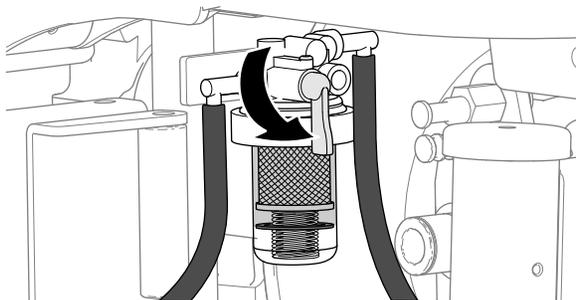

図 67
2. ボウル内部に水がある場合には、水セパレータについている燃料バルブを閉じて CLOSED 位置にし図 67 燃料ボウルからの水抜き (ページ 53) のステップを行う。